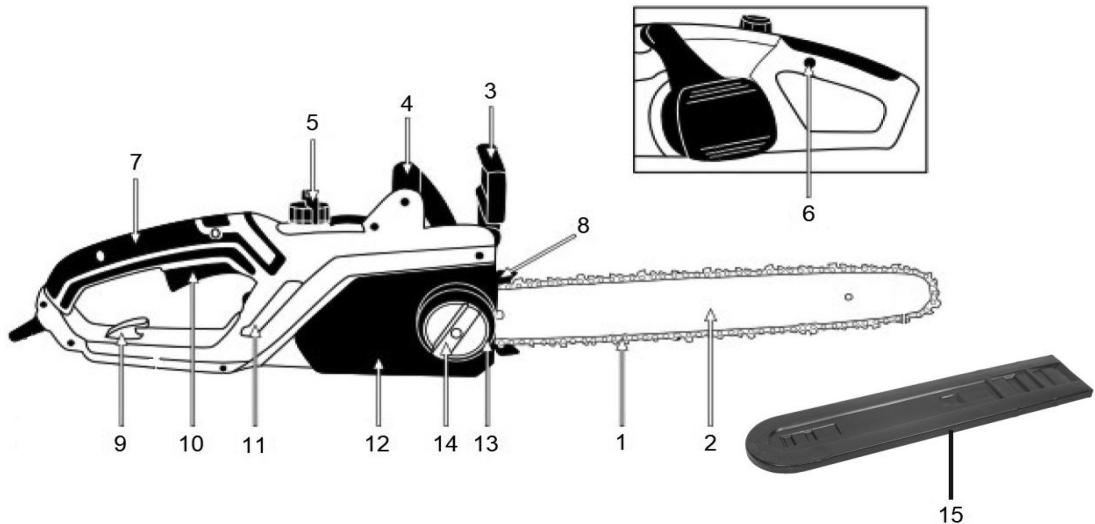
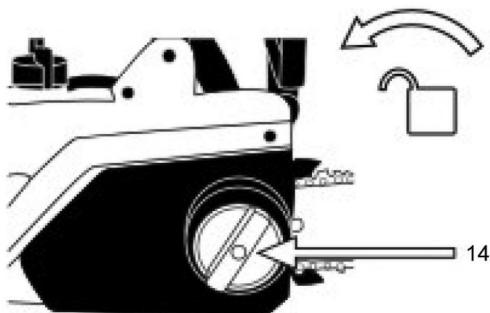

Рис. 5
Рис. 6
1. Перед установкой шины и цепи убедитесь, что инерционный тормоз цепи разблокирован. Для этого потяните ручку инерционного тормоза 3 (рис. 5) на себя.
2. Поворачивая ручку 14 (рис. 5, рис. 6) против часовой стрелки, открутите ее и снимите кожух ведущей звездочки.
6. Установите на место крышку ведущей звездочки и закрутите механизм 14 (рис. 5, рис. 6) от руки.
9. После регулировки натяжения цепи затяните ручку 14 (рис. 5, рис. 6).
Во время работы периодически проверяйте уровень масла по указателю уровня масла 11 (рис. 5). В случае необходимости подливайте в бак свежее масло.